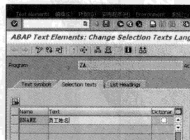

图4-43 “程序文本元素编辑”界面
STEP 5 回到“程序编辑器”操作界面,在“子对象”中选择“文本元素”选项,然后单击“ 修改”按钮,在弹出的“程序文本元素编辑”界面中可以填写修改程序选择界面的中文描述以及抬头信息等参数,如图4-43所示。